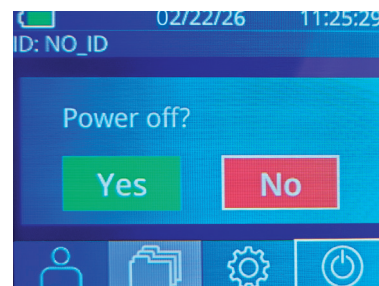

Fig. 45
- Vaya a la pantalla de inicio, seleccione el icono de **Alimentación**  para apagar el instrumento y presione **Yes** (Sí) para confirmar la operación (Fig. 45).